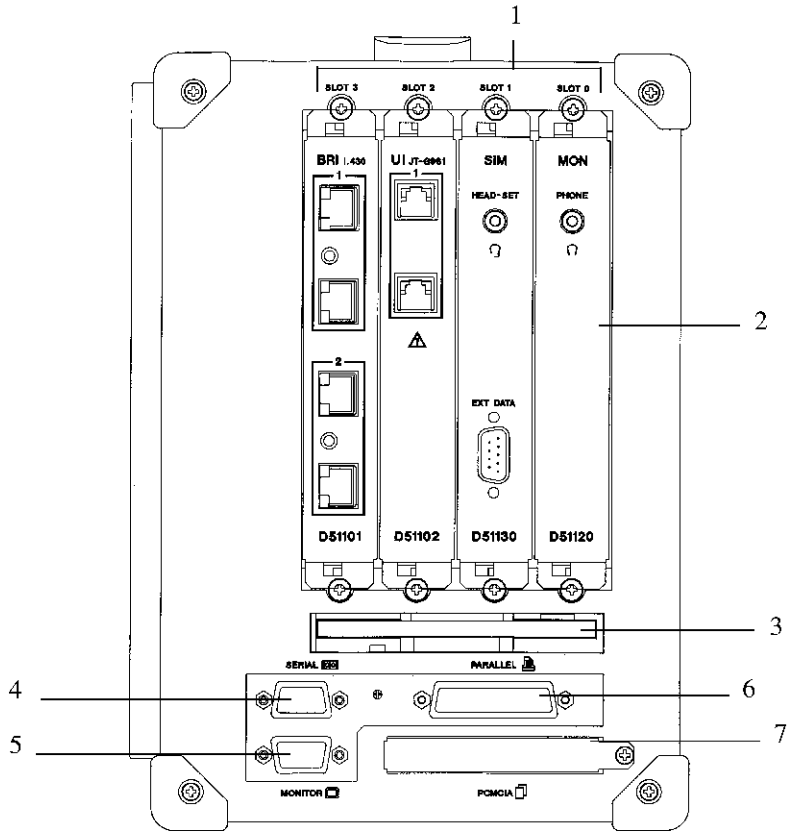

図 3-3 右側面パネル (モジュールを挿入した例)
4. 挿入するモジュール・パネルに印刷されている文字が読める方向にモジュールを挿入します (図 3-3 を参照)。